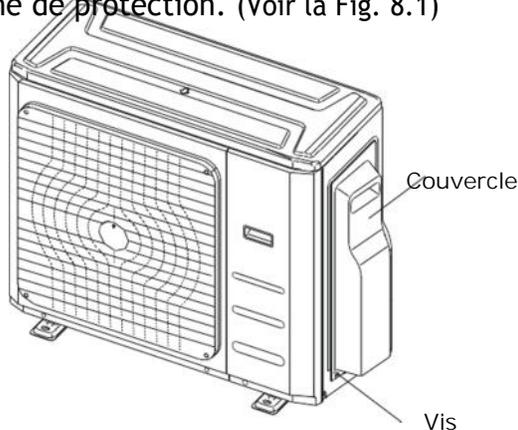

Fig. 8.1
2. Retirer le couvercle électrique de l'unité extérieure. S'il n'y a pas de couverture sur l'unité extérieure, démonter les boulons du tableau de maintenance et retirer la planche de protection. (Voir la Fig. 8.1)